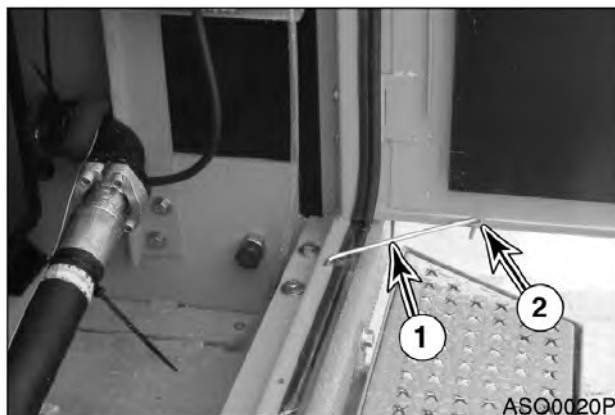

Рис. 103
Вынуть опорный стержень (1, рис. 103) и гнезда вставить его в отверстие (2), чтобы закрепить боковую дверь.